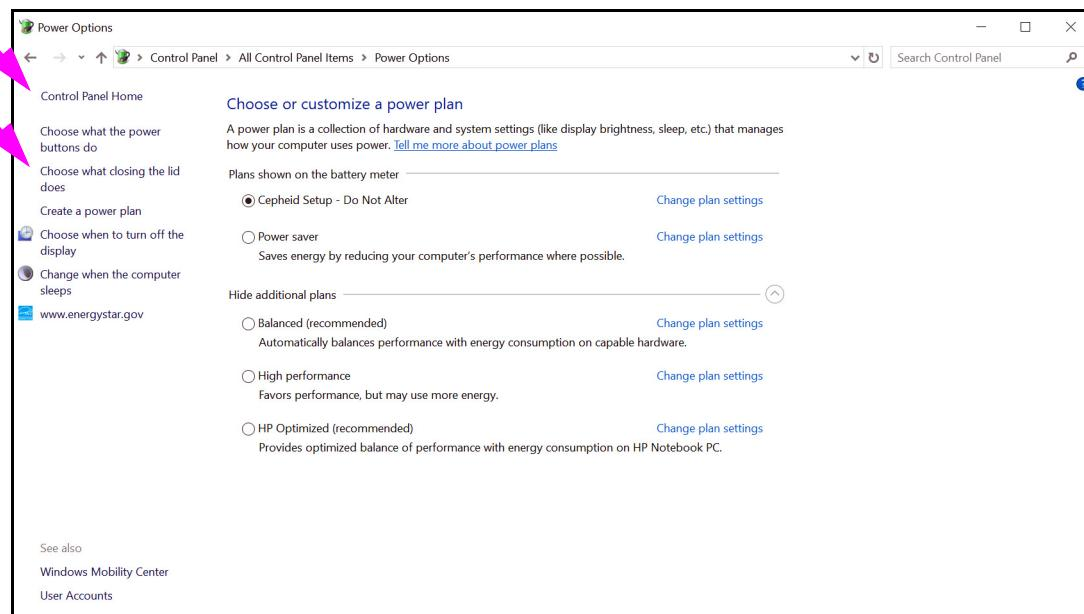

Figura 2-29. Janela Power Options (Opções de energia)
9. Clique em **Cancel (Cancelar)** para fechar a janela Edit Plan Settings (Editar definições do plano). Aparece a janela Power Options (Opções de energia) (consulte a figura 2-29).